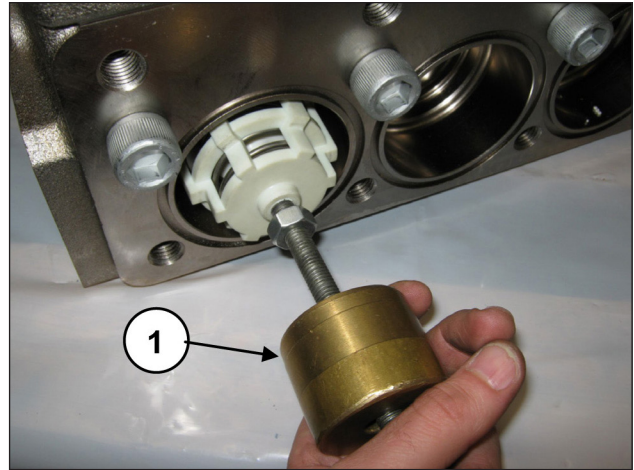

Abb. 144
Entfernen Sie die Saugventilgruppe mithilfe eines Abziehers mit Schlagwerk (Art. 27516400) an der Bohrung M10 der Ventilführung (Pos. ①, Abb. 144) oder, zusätzlich, eines eventuellen Adapters M10-M16 (Art. 25089700) am Gewinde M16 der Ventilführung.